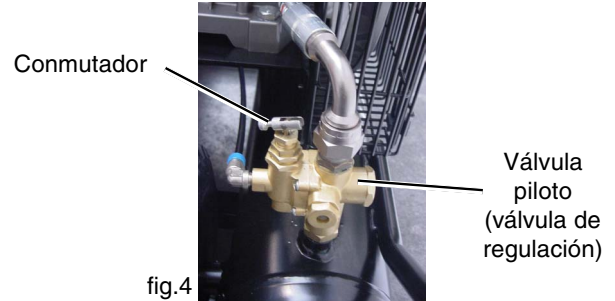

fig.4
- B) Cuando el conmutador está en posición vertical, se hace salir todo el aire del compresor a través del silenciador de vaciado (fig. 4). Este sistema ofrece una simple función de arranque. Para el funcionamiento normal, el conmutador se encuentra a 90°.